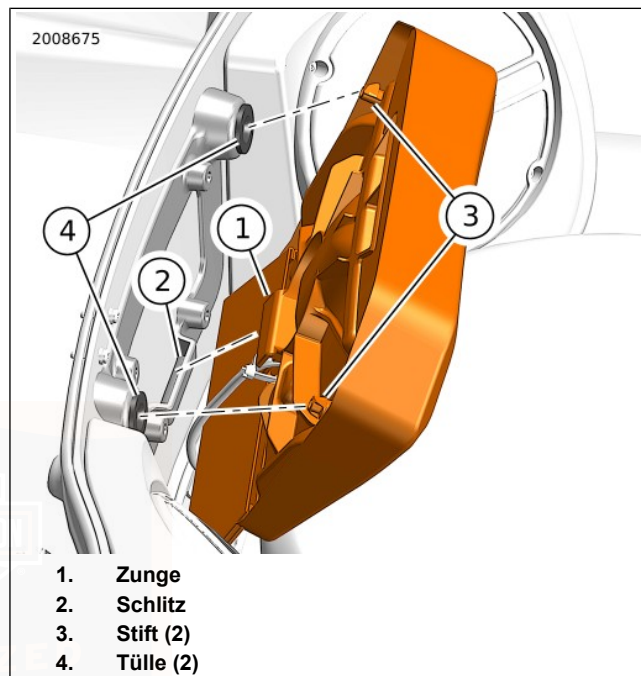

Abbildung 153. Untere Rückenlehne
2. Siehe Abbildung 153. Die untere Soziusrückenlehne vom Tour-Pak trennen.
- a. Finger über die Stifte (3) legen und die untere Rückenlehne nach vorne ziehen, um sie von den Ösen (4) zu lösen.
- b. Anheben, um die Lasche (1) aus dem Schlitz (2) zu lösen.
7. Siehe Abbildung 153. Die untere Soziusrückenlehne am Tour-Pak anbringen.
- b. Die untere Lasche (1) in den Schlitz (2) einsetzen.
- c. Die untere Rückenlehne vor den Stiften (3) andrücken, bis die Stifte vollständig in den Ösen (4) sitzen.